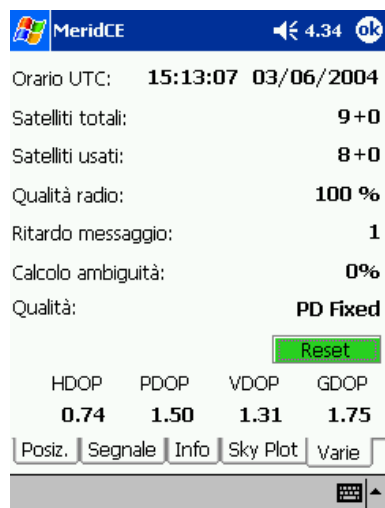

fig. 44
- VARIE: vengono date le informazioni riguardo il numero dei satelliti agganciati ed utilizzati, la qualità della radio, lo stato del calcolo dell'RTK, le informazioni sul PDOP ed il tasto RESET utile per rieffettuare il calcolo della precisione (ambiguità di fase) nel caso non sia FIXED fig. 44